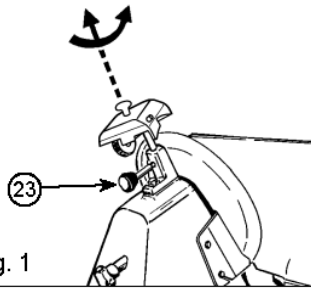
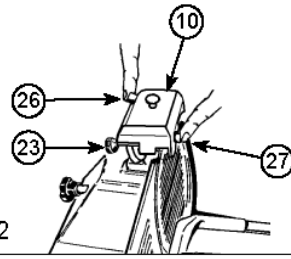
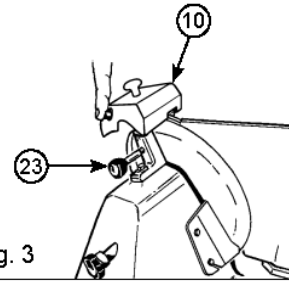

Fig. 1
Fig. 2
Fig. 3
- Vérifiez que la cloison mobile est fermée (bouton gradué (6) en position "0").
- Desserrez le bouton de verrouillage (23) du module aigiseur (10).
- Soulever le module aigiseur (10), en le tournant de 180 ° de sorte que les deux roues soient en position de travail. Voir Fig. 1.
- Abaissez le module aigiseur (10) jusqu'à ce qu'il s'enclenche.
- Fixez le groupe en tournant le bouton de verrouillage (23). Voir Fig.2.
- Appuyez sur le bouton (26) et laissez la lame tourner pendant environ 1 minute. Lorsque la lame est immobile, vérifiez si une bavure s'est formée sur le bord.
- Après avoir vérifié la présence de bavures, mettez l'interrupteur (5) en marche et appuyez doucement sur le bouton (27) pendant environ 3 secondes pour retirer la bavure produite pendant l'affûtage.
- Remettez le bouton gradué (6) en position "0".
- Après affûtage, remontez le module aigiseur (10) dans sa position d'origine, voir Fig. 3 et nettoyez le bord de la lame et les roues avec de l'alcool.